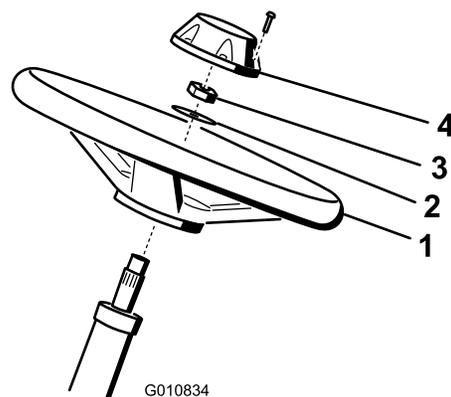

図 3
1. ハンドルをステアリングシャフトにはめ込む(図3)。
2. ワッシャをステアリングシャフトにはめ込む(図3)。
3. ジャムナットでハンドルを固定し、2735 N.m にトルク締めする 図 3。
4. キャップを取り付け、ねじで固定する 図 3。